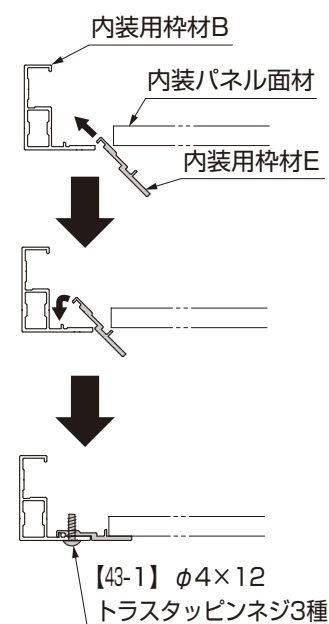

図3-6 内装用枠材Eの取付け
- 内装用枠材Eは、内装用枠材Bと内装パネル面材の間から入れてください。(図3-6参照)